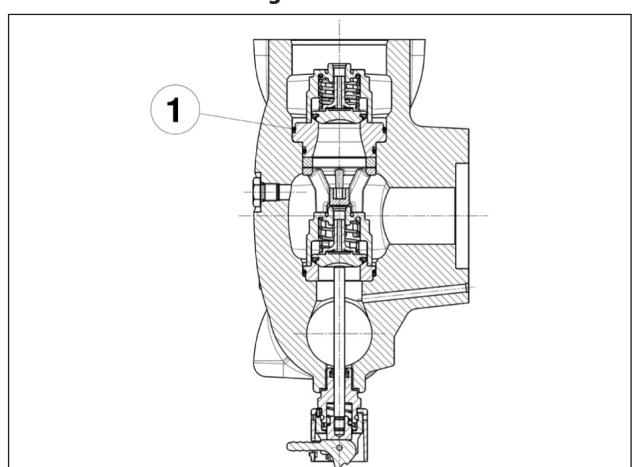

Abb. 122
**Achten Sie besonders auf das Einsetzen des O-Rings Pos. ①, Abb. 122.**